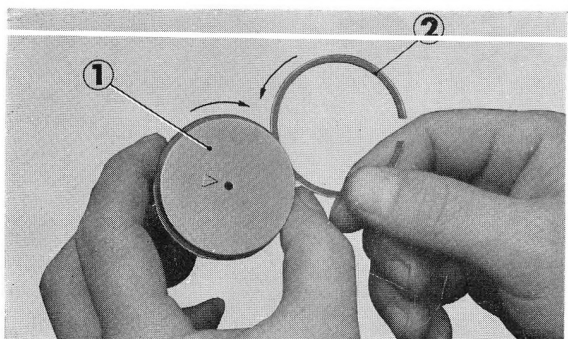

Figure 2-31 : ① piston ② segment
- a. Avant de mettre en place de nouveaux segments, les faire rouler dans leurs gorges respectives pour vérifier l'ajustage (figure 2-31).